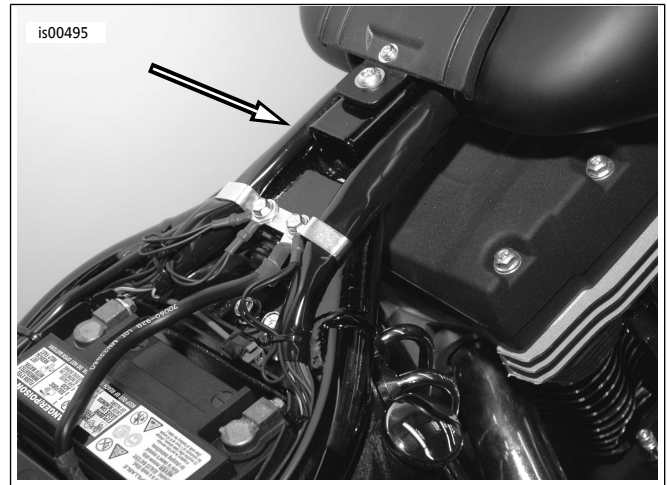

图1。座椅在车架上的安装位置
3. 参见图1。将定制单人座椅(1)上的前部座椅安装蝶片完全卡入车架上的孔中。